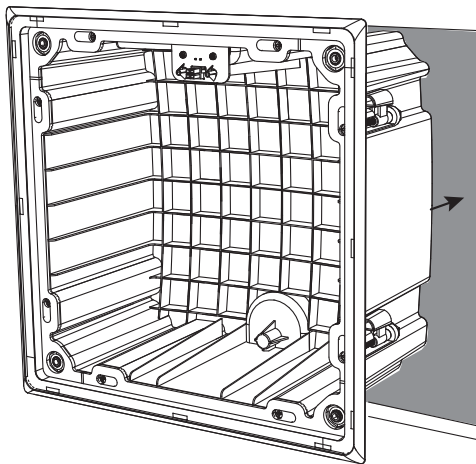

Fig. 17. Installing the back can
2. 将八个后罐固定夹放在收起 (向内) 位置, 将后罐压入干墙孔中。注意不要夹住扬声器电线或手指 (图 17)。